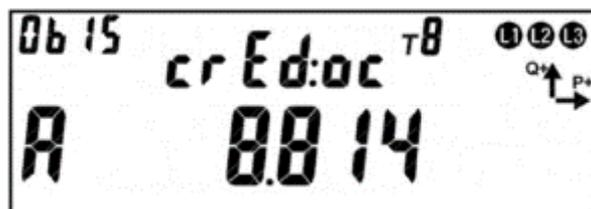

Рисунок 158 – Остаток кредита на оплату потребления энергии.
- состояние счета потребителя (см. рисунок 158): **8.814 к** - на счете потребителя 8 тысяч 814 условных единицы. Отрицательное значение обозначает величину текущей задолженности.